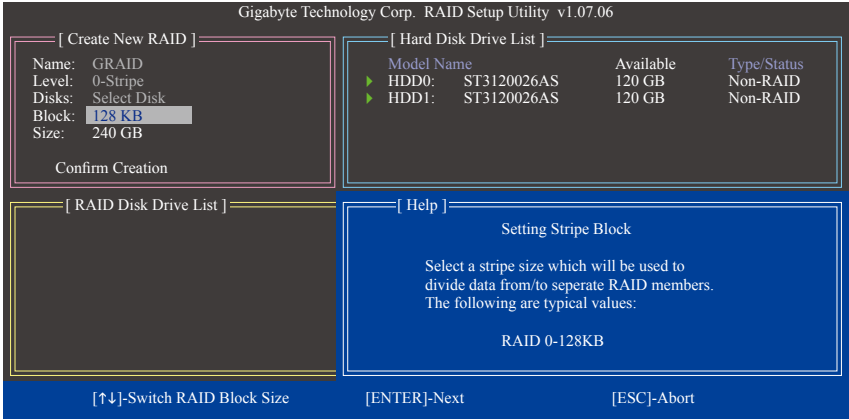

图6
4. 设定磁盘窗口大小(Block): 若选择制作RAID 0, 需指定磁盘窗口大小。以<↑>或<↓>键选择需要的磁盘窗口大小(图6), 可调整大小从4 KB至128 KB。完成后请按<Enter>键。